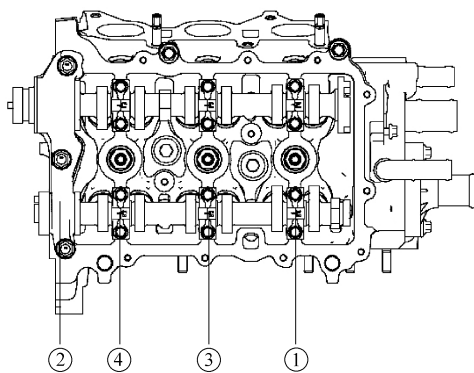

图 1-5 凸轮轴轴承盖螺栓拆卸顺序
- 2) 拆下排气凸轮轴轴承盖。如图 1-5 顺序, 分数次把排气凸轮轴上的凸轮轴轴承盖螺栓放松并将轴承盖拆下。